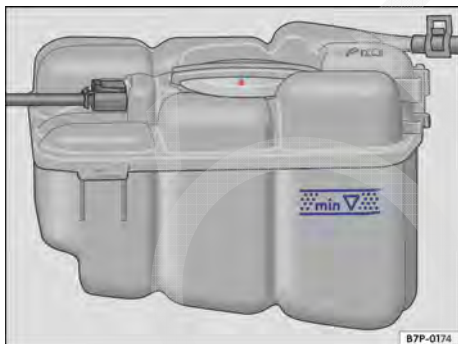

Fig. 259 No compartimento do motor: marcas no reservatório do líquido de arrefecimento do motor.
- Com o motor frio, verificar o nível do líquido de arrefecimento do motor pela marca lateral do reservatório de expansão do líquido de arrefecimento do motor → Fig. 259. O nível do líquido de arrefecimento do motor deve estar entre as marcas.
- O nível do líquido de arrefecimento do motor deve estar entre as marcas do reservatório do líquido de arrefecimento do motor → Fig. 259. **Não reabastecer até acima do canto superior da faixa marcada** → 🔗.
- Abastecer com líquido de arrefecimento do motor somente até o canto superior da faixa marcada → Fig. 259. Caso contrário, ao aquecer-se, o líquido excedente será expulso do sistema de arrefecimento do motor e poderá ocasionar danos.